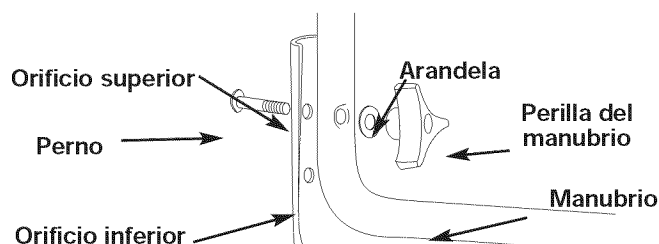

Fig. 2
1. La altura del manubrio puede ajustarse retirando las perillas y los pernos de montaje y volviendo a instalarlos a través del orificio superior o inferior del ensamblado del manubrio (Fig. 2).